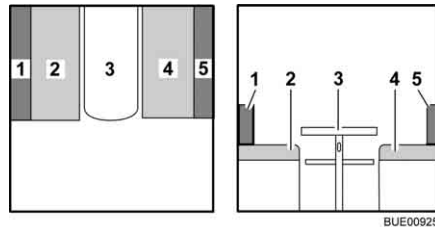

Fig. 88 Avant la transformation
- Convertir la table (Fig. 88,3) en sommier de lit (voir paragraphe 6.11).